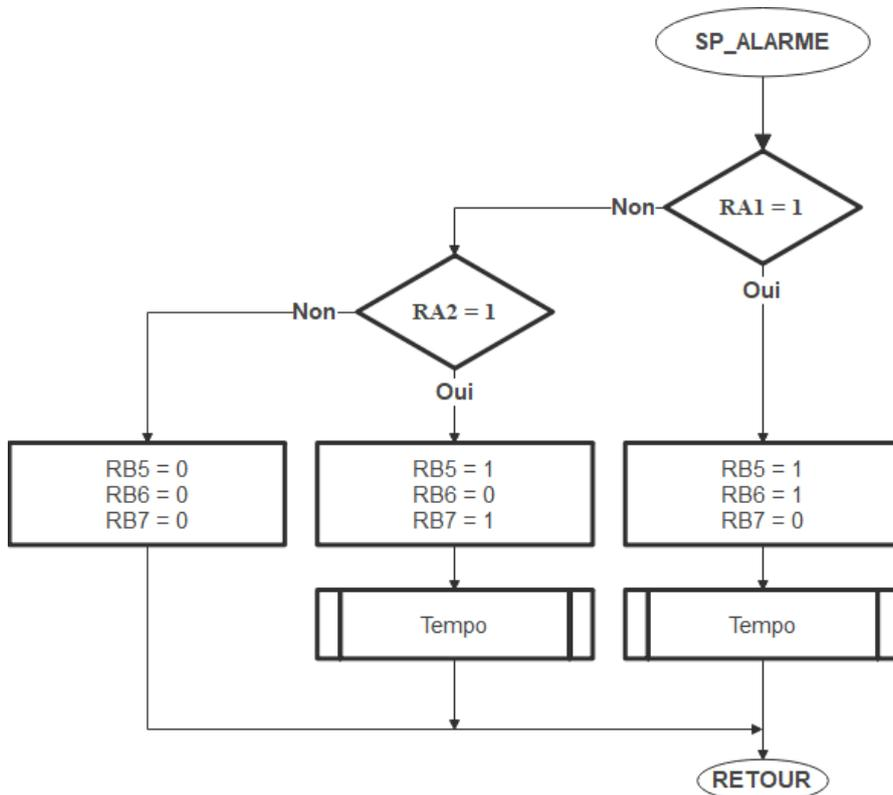

Figure 5: Organigramme de SP\_Alarme
La surveillance du niveau de l'eau dans le réservoir est assurée par le sous-programme **SP\_Alarme** (voir Figure 5 du document **DRES 2**)
**Q.19-** Compléter le sous-programme **SP\_Alarme** correspondant à l'organigramme de la Figure 5 du document **DRES 2**. **2 pts**
**Q.28-** Compléter en MikroC les lignes de configuration de la fonction **SP\_Alarme** de la **figure 5** du **DRES 02**. 3 pts